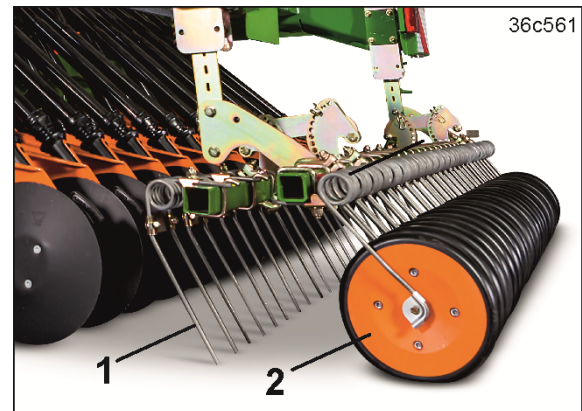

Bild 88
- efterpinnarna (Bild 88/1)
- tryckhjul (Bild 88/2).